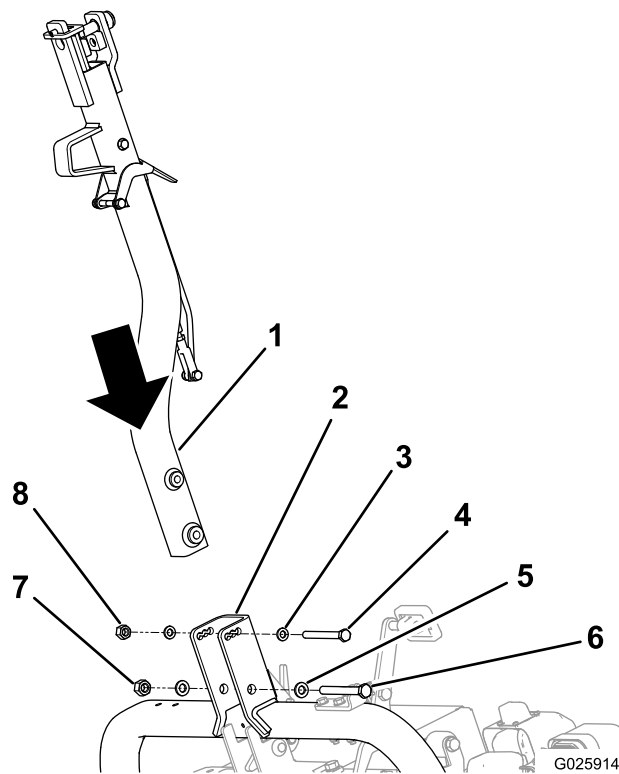

Figura 4
1. Prenda o engate ao suporte da articulação do engate com os dispositivos adequados; consulte Figura 4.